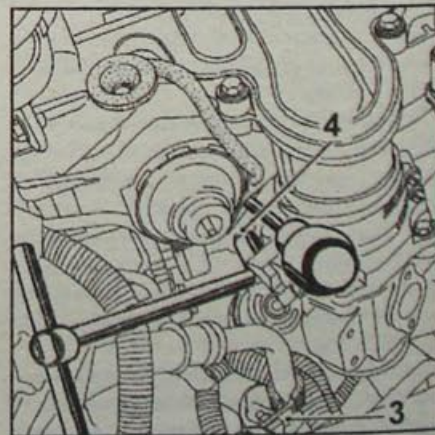

Рис. 4.36. Расположение болта крепления лапки (3) и выворачивание болта (4) крепления дроссельного узла
- Выверните болт крепления лапки (3, рис. 4.36) трубопровода низкого давления кондиционера.